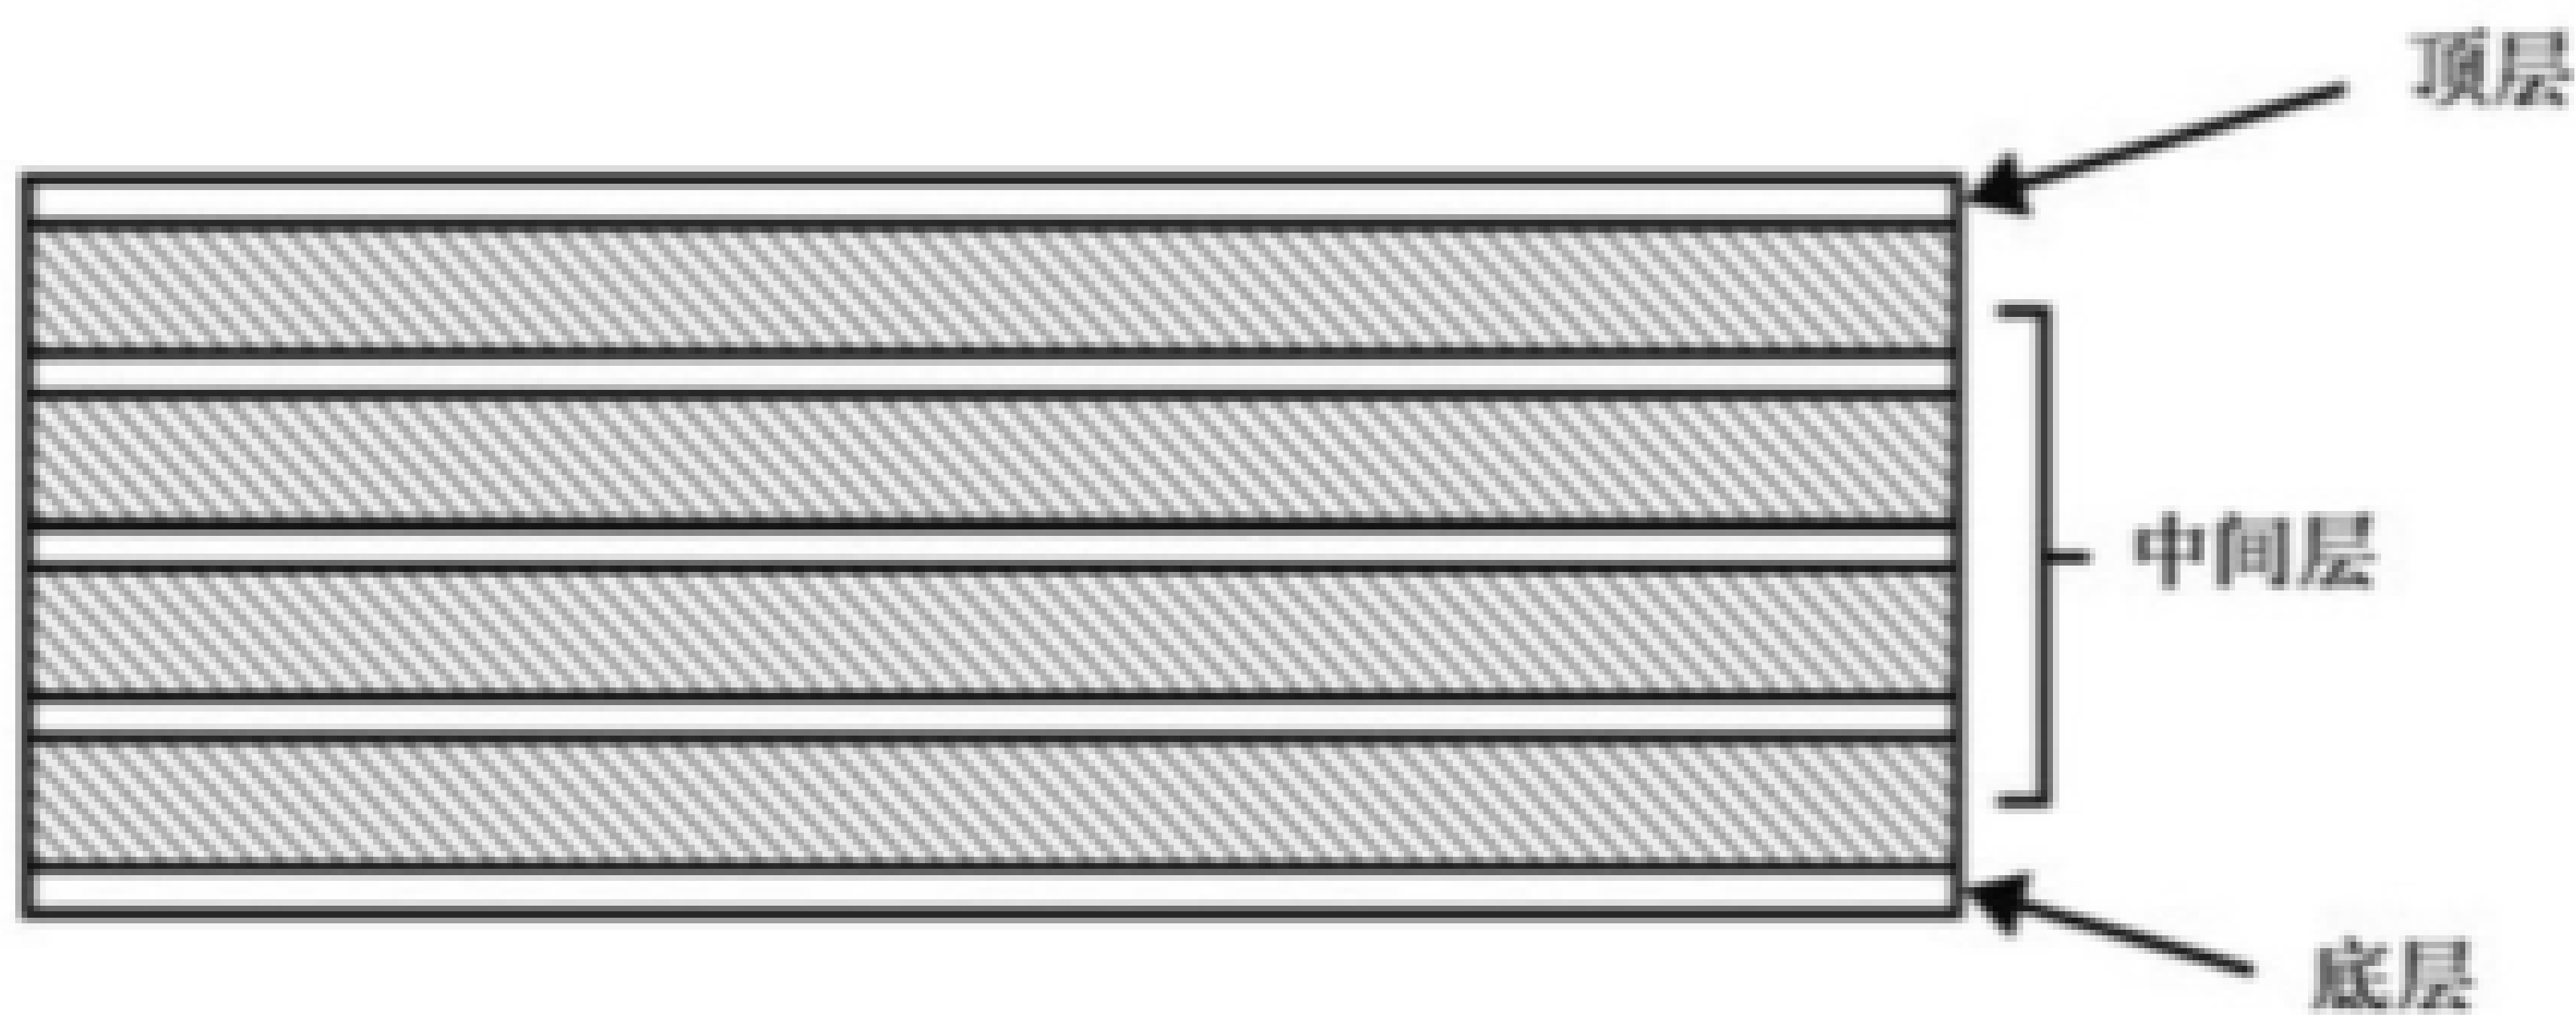

图 41 填充区域放置在安装层的说明图示
- d) mount:此属性指定放置填充区域的层。子模块不应放置在指定层提供的填充区域。该属性的关键字应为以下内容之一（参见图 41），mount 属性或 ref\_layer 属性应都存在：